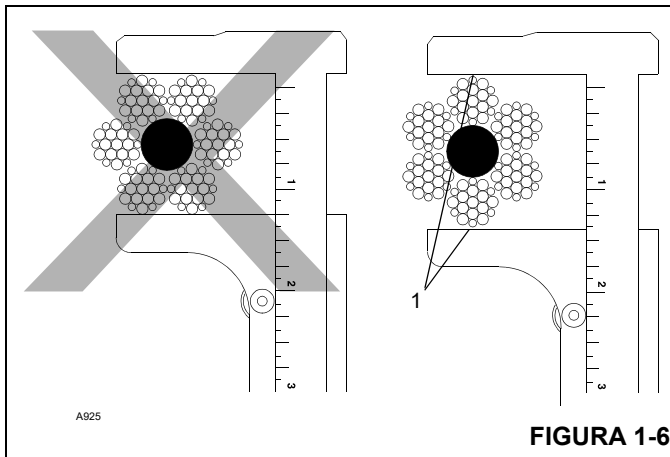

FIGURA 1-6
- Mida el diámetro del cable entre las coronas de las trenzas para determinar si el cable se ha dañado; consulte la Figura 1-6.